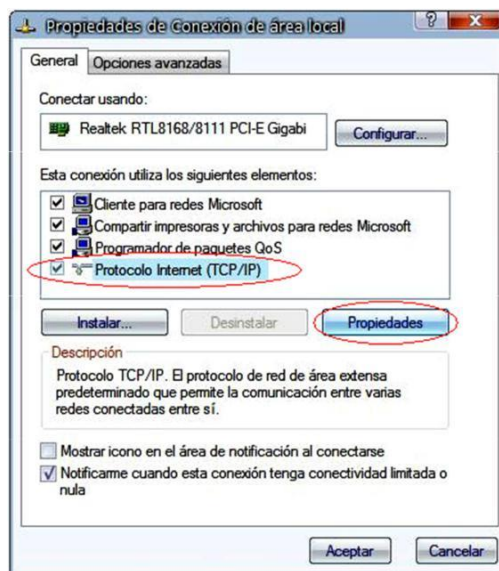

Figura 7. Ventana conexión área local
d. Posteriormente en el icono de *Conexión de Área Local*, dar clic derecho y seleccionar propiedades, lo cual deberá desplegar la figura 7.